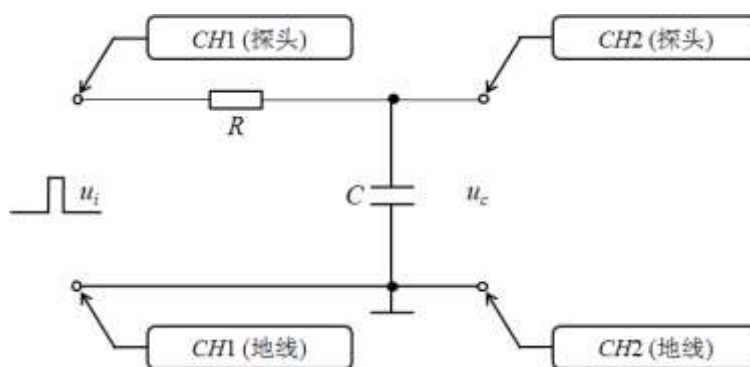

图 3.4
- 1) 测试电路如图 3.4 所示，电阻 $R = 2\text{k}\Omega$ ，电容 $C = 0.01\mu\text{F}$ 。